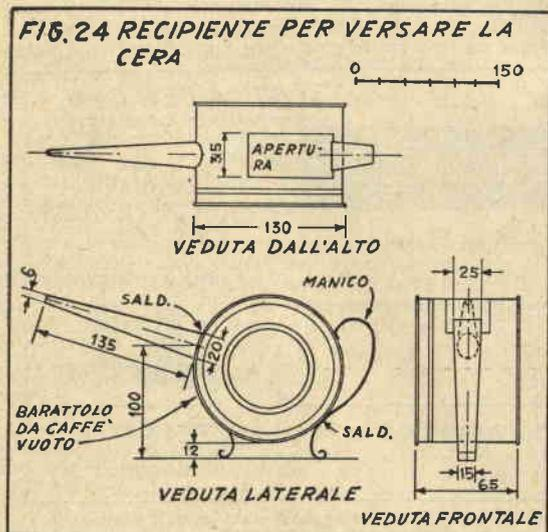

Fig. 26 - Per ritirare le candele dalle forme, occorre tagliare i nodi fatti alla estremità degli stoppini
**Passo 5** - Prima che la cera del vassoio indurisca troppo, staccarla dai lati con una lama sottile, in modo da renderne più facile l'asportazione a processo ultimato. Tagliare quindi tutti gli stoppini alla estremità superiore, in modo da farne rimanere libero un pezzo quanto più possibile lungo. Tagliare anche tutti i nodi a questa estremità (vedi fig. 26).